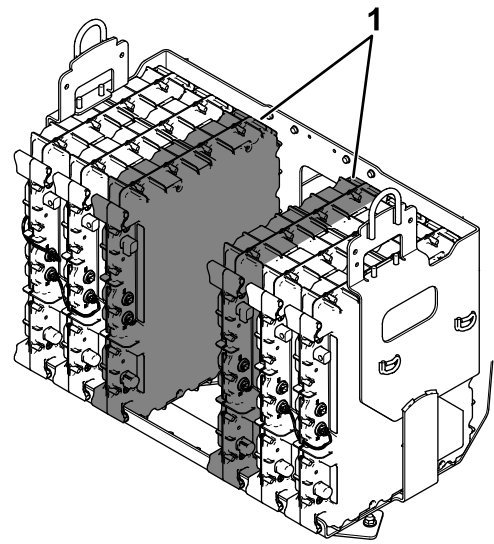

Figure 4
- La Figure 4 montre 2 batteries installées (13 au total) :